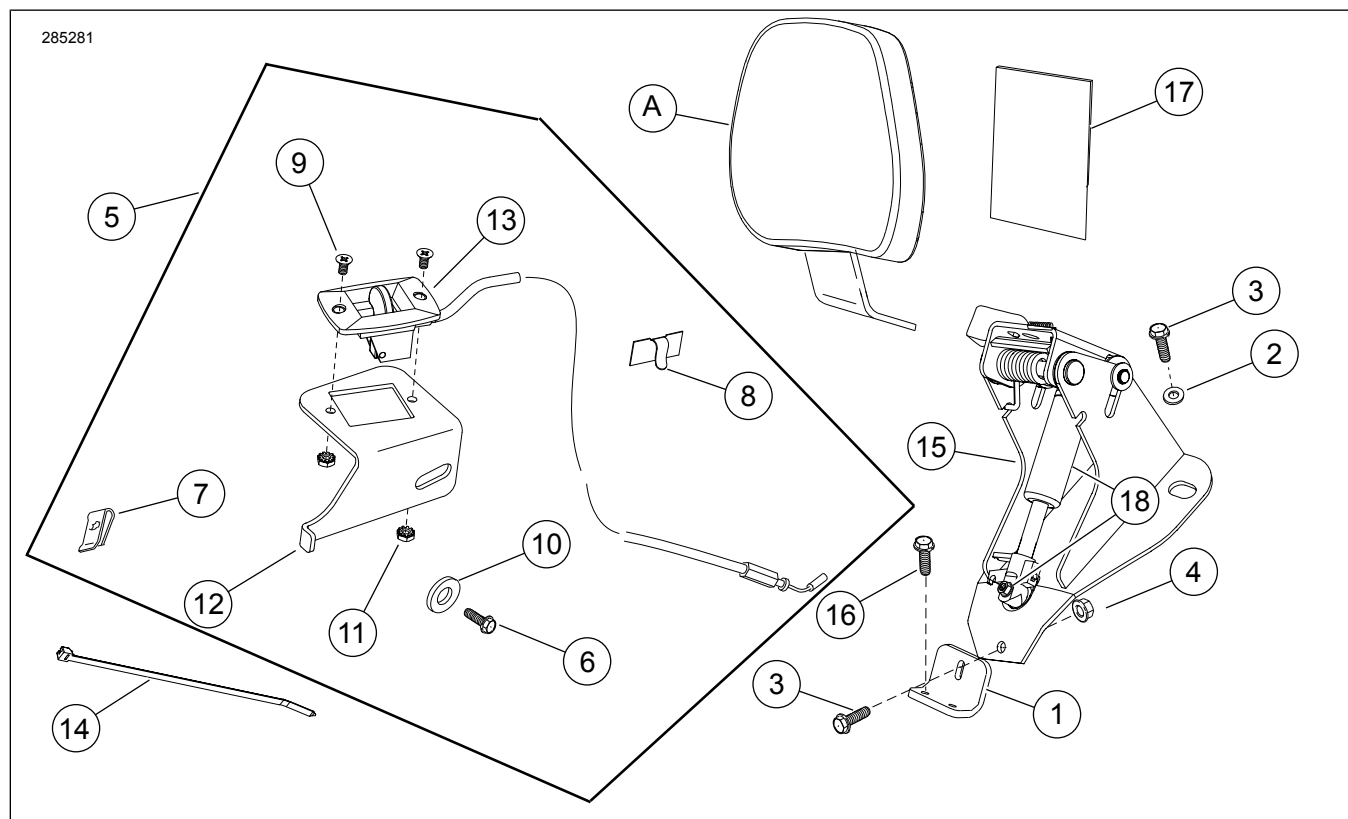

図9。交換用パーツ:FLアジャスタブルライダーバックレストマウントハードウェアキット
「図9」および「表1」を参照してください。
- 7. 図9 ケーブル付きアクチュエーターハンドル(13)をアクチュエーターハンドルブラケット(12)にスクリー(9)とロックナット(11)で取り付けます。
11. 図9 キットから粘着テープ付きクリップ(8)を取り出します。アジャストメントハンドルブラケットの平らな部分の、スパークプラグワイヤー標準クリップを取り外したおおよその位置を、イソプロピルアルコールを使用して掃除します。クリップをブラケットに取り付け、スパークプラグワイヤーおよびエバポレーターチューブ(装備車の場合)をクリップを通して配線します。ワイヤーおよび/またはチューブをクリップでしっかりと留めます。
4. 図9シートプロテクター(17)を取り出します。